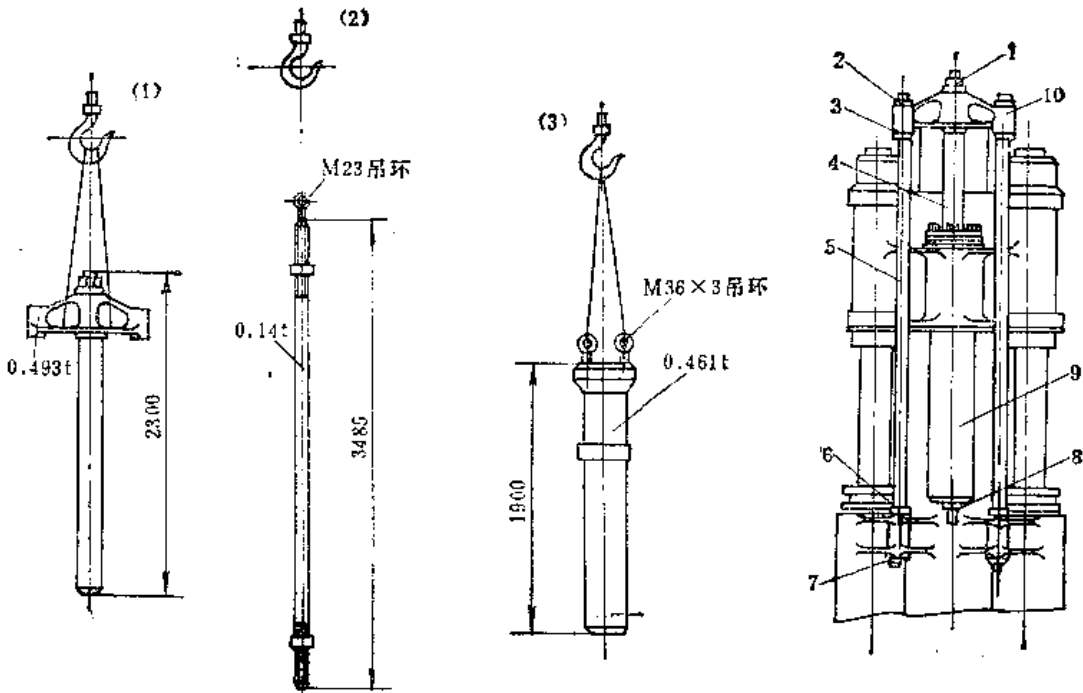

图13-2-18 拆卸回程缸
2) 拆卸回程缸：如图13-2-18所示，先拆螺母2，将柱塞4与小横梁10一起吊出后，再将柱塞与小横梁拆开。然后拆螺母7，将回程拉杆5逐一吊出，最后拆回程缸9。先用行车试吊，起吊时要注意观察有无卡死现象，不可强力提升，最好用千